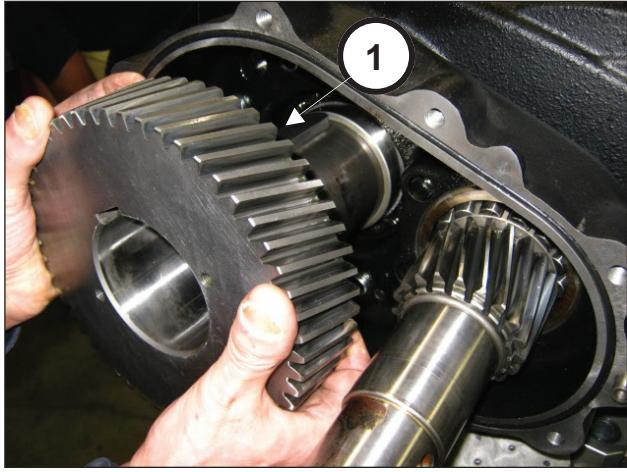
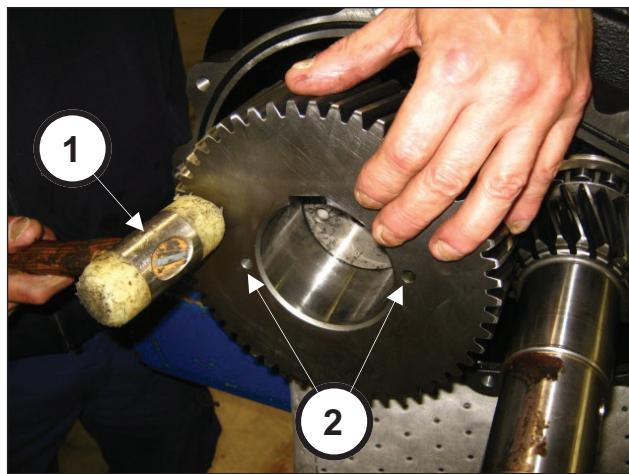

图 79
图 80
将冠齿轮插在轴上（①，图 79）中，并通过使用一个锤子敲击，直至到底（位置①，图 80）。
安装冠齿轮时，两个M8孔（用于抽出）必须朝向泵的外部（②，图 80）。